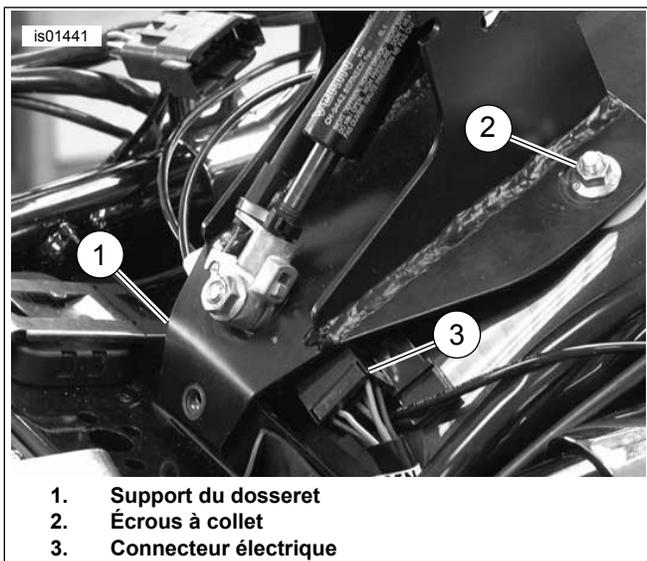

Figure 6. Fixer le support de dossier avec les écrous autobloquant et les vis.
3. Voir Figure 6 . Déplacer le connecteur électrique (3) sur le côté pour éviter son contact avec le support.